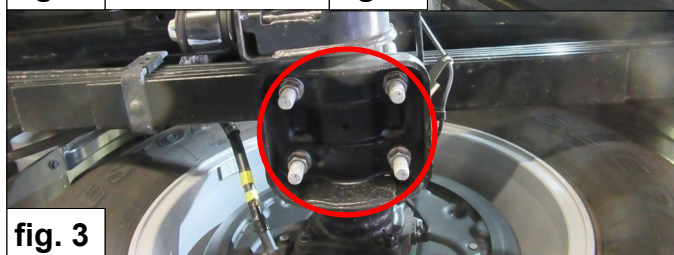

fig. 3
2. Serrez les quatre écrous sur les boulons en U peu lâche de sorte que la mémoire tampon d'origine peut être retiré. **Ne pas** le faire sur simultanément des deux côtés. Voir fig. 3.
2. Lossa de fyra muttrarna i U-bultar lite. Gör inte detta på båda sidor samtidigt. Se fig. 3.